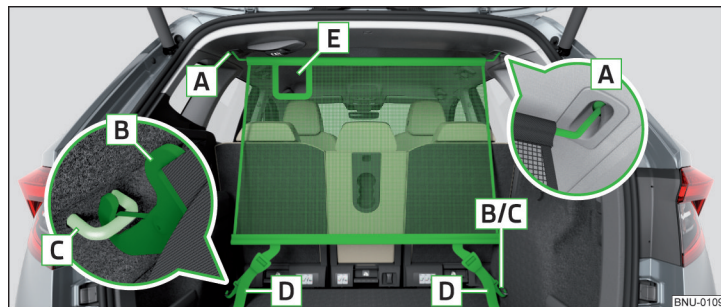

Fig. 148 Filet de séparation derrière les sièges arrière
- Pour le **montage**, insérez d'abord la barre transversale dans le logement **A** d'un côté et poussez-la vers l'avant. Insérez la barre transversale de la même manière dans le logement **A** » fig. 148 de l'autre côté du véhicule.
- Serrez la ceinture au niveau des extrémités libres **D** » fig. 148.